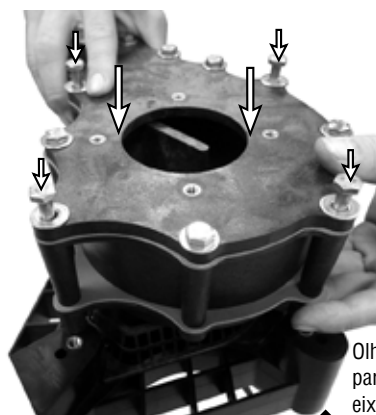

Figura 6
- b) Alinhe as ranhuras do rotor com o estriado do eixo do motor (Figuras 4 e 5) e empurre todo o conjunto para baixo no eixo do motor (Figura 6).
- c) Gire ligeiramente o conjunto do corpo da fonte para alinhar os quatro parafusos  $\frac{1}{4}$ -20 x 3-3/4" nos furos da base de montagem. Aperte os quatro parafusos de forma alternada (em X), com torque de 50 in-lb (Figura 6).